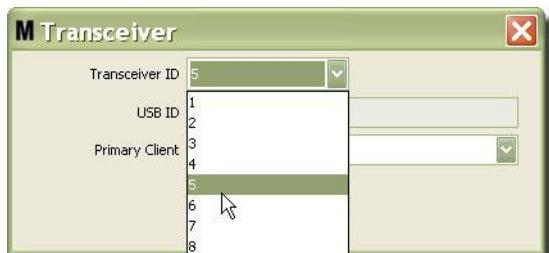

Рис. 64
4. Чтобы изменить идентификатор приемопередатчика, нажмите стрелку поля «Transceiver ID» [ИД приемопередатчика]. Отобразится выпадающий список. Из выпадающего списка выберите значение идентификатора приемопередатчика (Рис. 64). Нажмите кнопку «OK» [OK], чтобы закрыть окно и сохранить изменения.